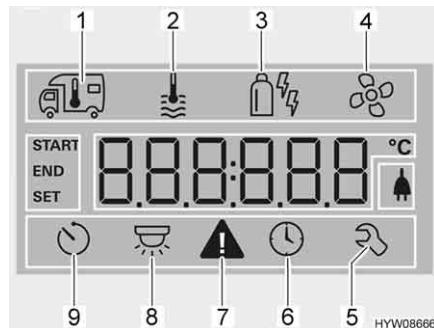

Fig. 52 Display
- Ruotare la manopola/il pulsante (Fig. 47,6), finché il simbolo del menu relativo all'acqua calda (Fig. 52,2) lampeggi.